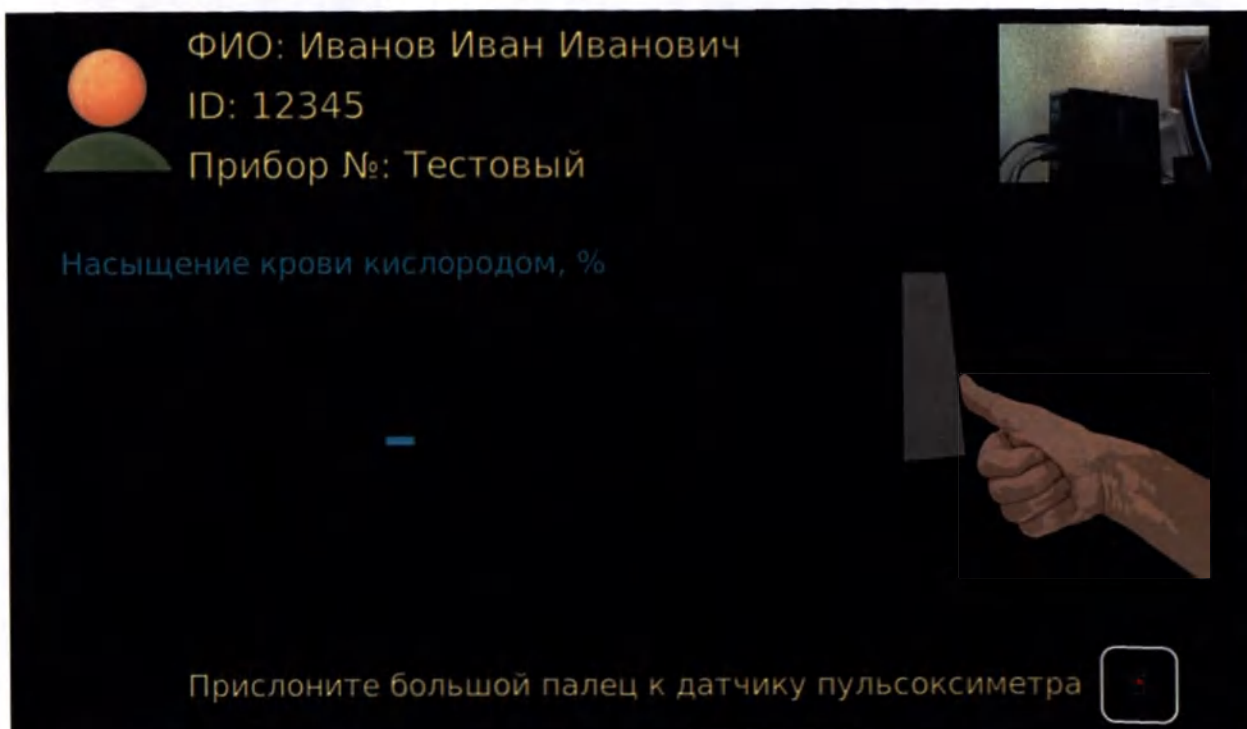

Рисунок 30 – Подготовка к анализу SpO₂
2. Приложите палец к площадке датчика в соответствии с рекомендациями на экране (рисунок 30). Палец должен быть приложен плотно, во время измерения движения пальца и руки не допускаются.
5. Если Комплекс не может вычислить результат анализа, на экране отобразится сообщение «Невозможно выполнить анализ», затем через несколько секунд будет отображен экран п. 2 (рисунок 30).